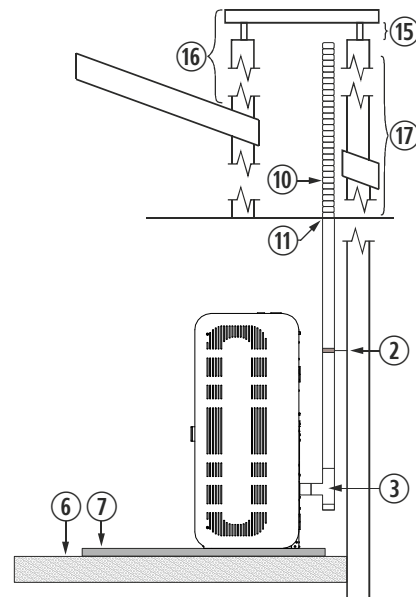

Figura 11
4.29. La instalación de un encastrable en una chimenea de obra se puede realizar en toda su totalidad en tubo flexible, tal y como indica la *figura 11*. Debemos tener especial cuidado a la hora de realizar el aislamiento entre la chimenea y el tubo de la salida de gases para evitar posibles retrocesos de gases en caso de tormenta.
②	Abrazadera de sujeción de acero inoxidable.
③	Te de 90° con registro.
⑥	Suelo de madera.
⑦	Protector del suelo no combustible.
⑩	Tubo flexible de acero inoxidable.
⑪	Manguito unión rígido a flexible.
⑫	Aislante anti retroceso.
⑮	Mínimo 200mm.
⑯	Debe sobrepasar 1 metro el tejado.
⑰	Mayor a 8m aumentaremos una medida.